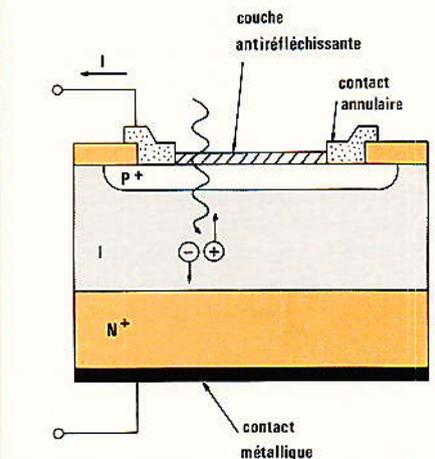

Figure 37
**I**l s'agit du détecteur le plus simple pratiquement utilisé, et d'ailleurs le plus répandu. La **figure 37** illustre sa structure : elle se compose de deux zones fortement dopées P+ et N+ ; encadrant une couche de matériau intrinsèque I. Les photons sont principalement absorbés dans cette dernière, car on donne à la région P+ une épaisseur très faible, afin d'y réduire le temps de diffusion des porteurs. Dans un matériau fortement dopé, ceux-ci n'ont, d'ailleurs, qu'une durée de vie faible, et ne contribuent pas sensiblement au photocourant.